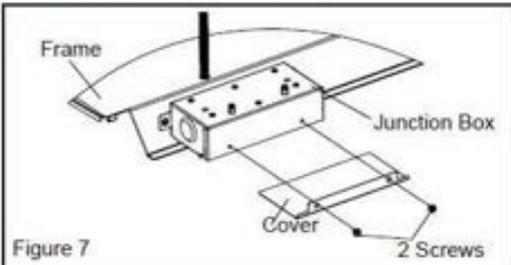

Figure 7
1. Come mostrato in fig.7, l'unità esterna ha due serie di cavi in uscita, che corrispondono rispettivamente al cavo di alimentazione (alta tensione) e al segnale di controllo. Il primo deve essere collegato direttamente al terminale di alimentazione mentre quest'ultimo deve essere collegato al filo del segnale di controllo dell'unità interna.
3. Remove the junction box cover (2 screws). Take the power cord and make it get into the box through the strain relief that is provided (see Figure 7).
2. As shown in Figure 7, the indoor unit has one set of control signal wires, with 1 wiring terminals in total.